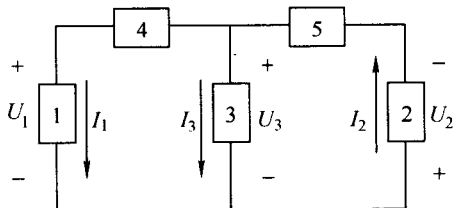

图 1.6 例 1.2 的图
**【例 1.2】** 在图 1.6 中, 5 个元件代表电源或负载。电流和电压的参考方向如图所示。今通过实验测量得知:  $I_1 = -4A$ ,  $I_2 = 6A$ ,  $I_3 = 10A$ ,  $U_1 = 140V$ ,  $U_2 = -90V$ ,  $U_3 = 60V$ ,  $U_4 = -80V$ ,  $U_5 = 30V$ 。
(1) 试标出各电流的实际方向和各电压的实际极性。
- (2) 判断哪些元件是电源？哪些元件是负载？
(3) 计算各元件的功率，看电源发出的功率和负载取用的功率是否平衡？